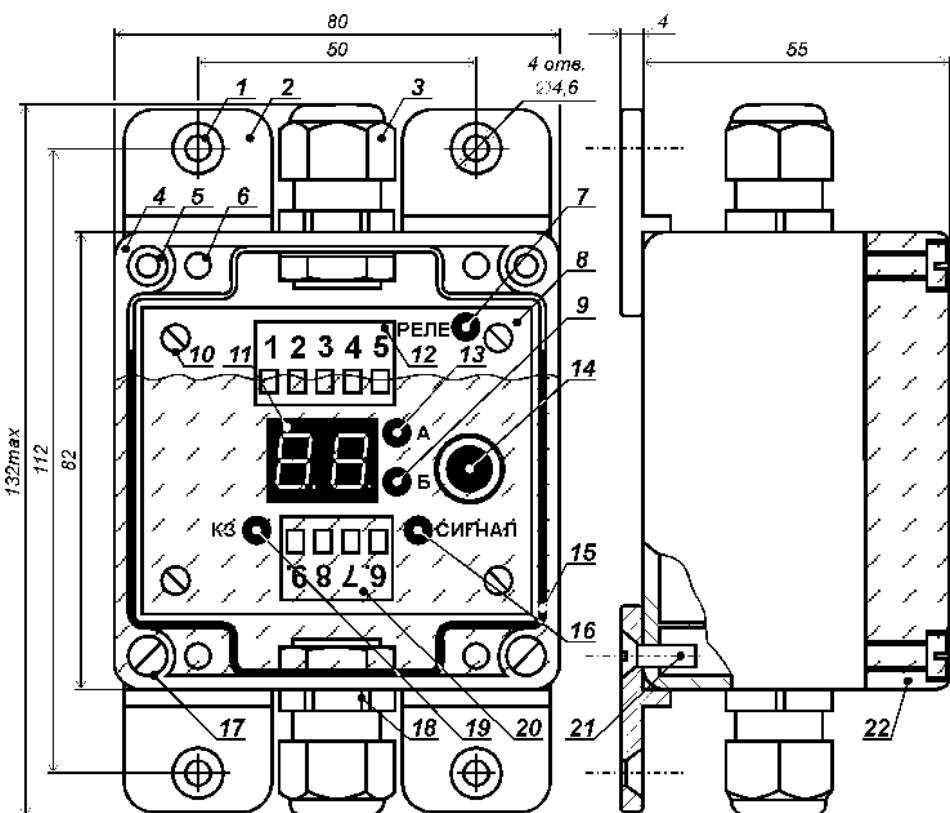
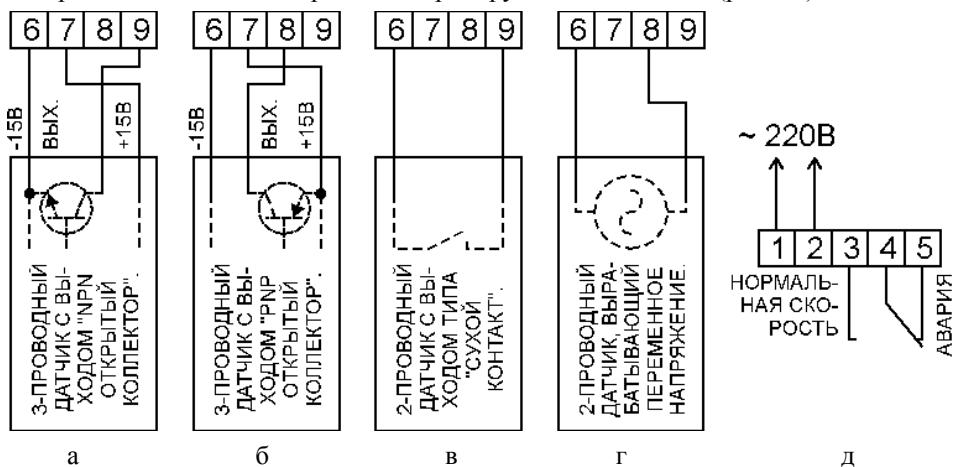

Рис. 1. Конструкция реле скорости РДКС-03РС.
Рис. 2. Подключение различных датчиков к реле скорости РДКС-03РС.
Конструкция РС показана на рис. 1. Устройство размещено в пластмассовом корпусе [поз. 4], который закрыт прозрачной крышкой [поз. 22] через уплотнитель [поз. 15] четырьмя винтами [поз. 17]. Винты вворачиваются в резьбовые втулки [поз. 5], запрессованные в стенках корпуса.
- светодиод: «Реле» [поз. 7], показывающий состояние выходных контактов РС. Светодиод горит, когда контакты находятся в положении «Нормальная скорость» (рис. 2д);
РС работает совместно с датчиком любого типа (индуктивным, емкостным, магнитоиндукционным, тахогенераторным, герконовым и пр.), при необходимости обеспечивая его электропитание. Датчик подключаются к клеммам 6 – 9 по двух- или трёхпроводной схеме (рис. 2а – 2г), а клеммы 1 - 5 предназначены для электропитания РС и блокировки контролируемого механизма (рис. 2д).
На рис. 2а и 2б показана схема подключения к РС типового трёхпроводного индуктивного или емкостного датчика положения с выходом типа «открытый коллектор». Когда движущиеся части механизма попадают в зону его чувствительности, на входе РС формируются электрические импульсы.
На рис. 2в показан пример включения двухпроводного датчика (например, герконового реле). Он формирует импульсы, замыкая свои контакты в момент прохождения вблизи него магнитной «метки», закреплённой на механизме.
Типовые магнитоиндукционные или тахогенераторные датчики механически связаны с конвейером: при его работе они вырабатывают электрическое напряжение. Такие датчики подключаются к РС по схеме, показанной на рис. 2г.
РС крепится четырьмя винтами M4 или саморезами диаметром до 4,5 мм, которые вворачиваются в установочные отверстия [поз. 1 на рис. 1].
Клеммы 3, 4 и 5 РС используются для блокировки контролируемого объекта, клеммы 1 и 2 служат для подачи на РС сетевого напряжения, а к контактам 6, 7, 8 и 9 по одной из схем, показанных на рис. 2а – 2г, подключается соответствующий датчик.
Контакты реле возвращаются в положение, показанное на рис. 2д, если:
После подачи питания и до нажатия на энкодер [поз. 14 на рис. 1] РС находится в режиме «Работа». Светодиод «А» [поз. 13 на рис. 1] горит, если скорость механизма выше номинальной, а светодиод «Б» [поз. 9 на рис. 1] – если ниже. Цифровое табло [поз. 11 на рис. 1] показывает процент отклонения текущей скорости механизма от номинальной. Если отклонение превысило заданный порог и это превышение длится дольше заданной задержки, то контакты выходного реле РС переходят в положение «Авария» (рис. 2д). При изменении скорости на 50 % и более задержка отсутствует. Цифровое табло отображает зафиксированный процент изменения скорости: если скорость в момент отключения была выше номинальной, то горит светодиод «А», а если ниже – то светодиод «Б». В случае принудительного (минута контакты РС) пуска механизма, когда его скорость войдёт в допустимый диапазон и пройдёт заданное время задержки, контакты реле вернутся в положение «Нормальная скорость» (рис. 2д).
В режиме «Автонастройка» РС запоминает текущую скорость объекта, в дальнейшем принимая её за номинальную (за 100%). Контакты реле переходят в положение «Нормальная скорость» (рис. 2д) и одновременно мигают светодиоды «А» и «Б». В режиме «Автонастройка» РС ожидает прихода от датчика электрического сигнала: длительность ожидания зависит от скорости механизма. После автоматической настройки РС возвращается в режим «Работа». **Переводить РС в режим «Автонастройка» рекомендуется только после разгона механизма до номинальной скорости.**
- подключить к РС датчик в соответствии с рис. 2а – 2г.
5. Три раза нажав на энкодер, войти в режим «Автонастройка» (должны одновременно мигать светодиоды «А» [поз. 13 на рис. 1] и «Б» [поз. 9 на рис. 1]).